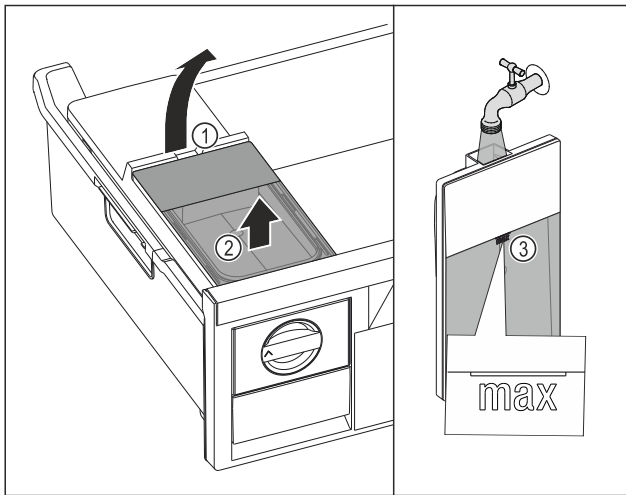

Fig. 98
- ▶ Elevar el depósito de agua por la entalladura Fig. 98 (1).
- ▶ Extraer el depósito de agua hacia arriba. Fig. 98 (2)
- ▶ Llenar el depósito de agua con agua potable hasta la marca Fig. 98 (3).